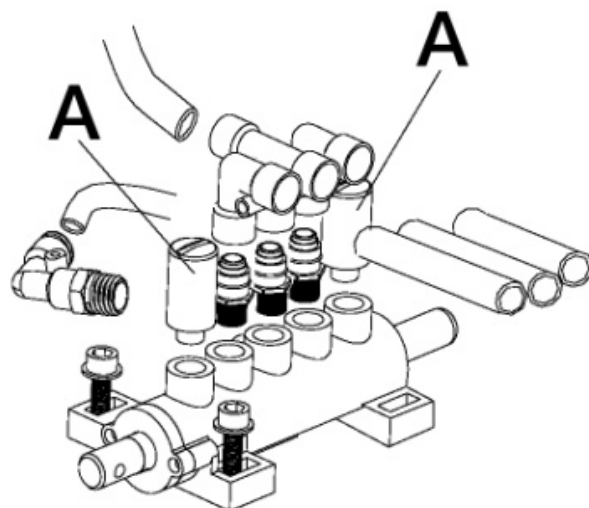

Abbildung 17
- Die Ventile der Spannklaunen und des Reifenabdrückers alle 6 Monate reinigen (Abb. 17).